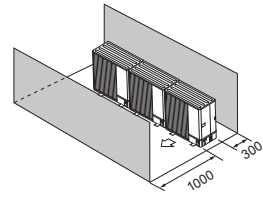

Fig. 2-15
- (4) Obstruções ou superfícies fechadas apenas na parte da frente e de trás (Fig. 2-15)